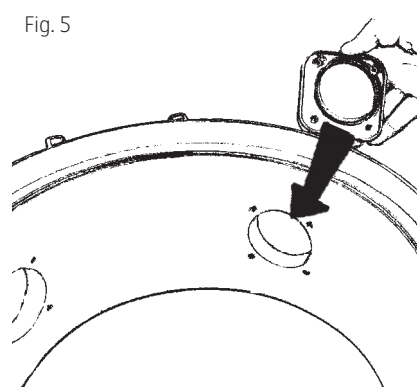

Fig. 5
4. Flyt sugerørsfatningen hen til det nye udtag. BEMÆRK! Fatningen er mærket "Up". Sørg for, at fatningen monteres med "Up" vendt opad. Fastgør fatningen ved at montere de fire skruer og stramme dem, fig. 5.